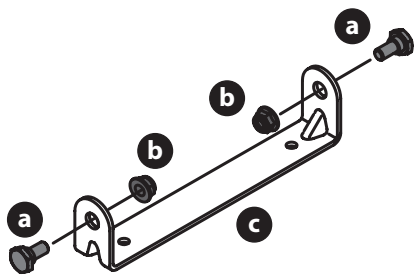

Figura 6
1. Extraiga los pernos con reborde (a) y las tuercas de seguridad (b) del soporte de montaje del asiento (c) incluido en el paquete de herrajes (Figura 6).